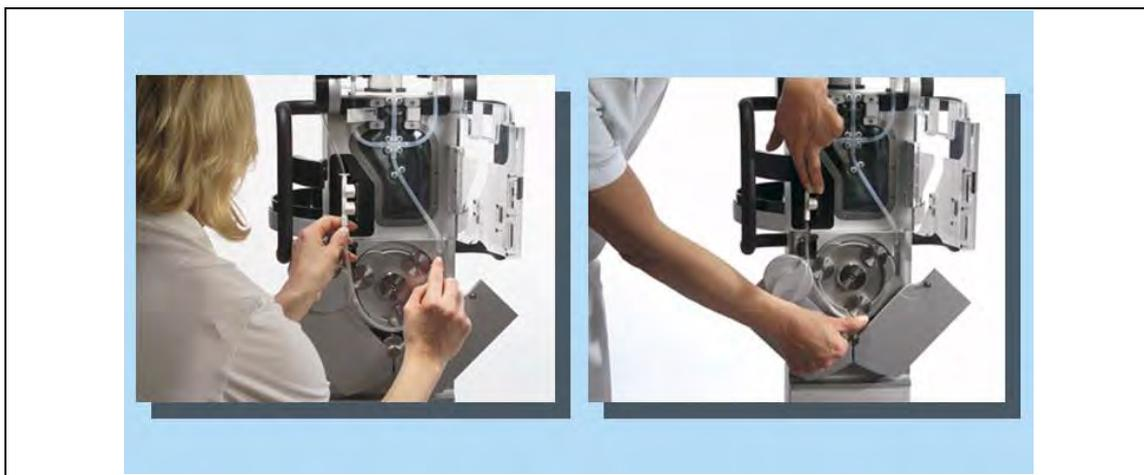

Рис. 12: Укладка трубки насоса
15. Вложить соединительный элемент в приёмную канавку (см. Рис. 12, стр. 33). Провести трубку насоса колеса насоса (см. Рис. 12, стр. 33) так, чтобы один ролик колеса насоса находился в положении около 6 часов (приблизительно самое низкое положение) (см. Рис. 12, стр. 33).